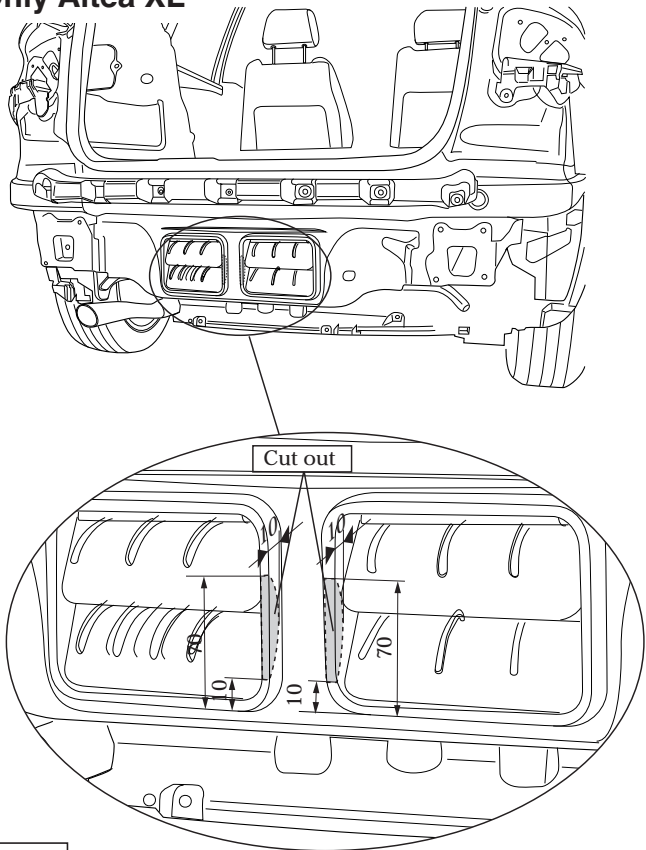

FIG.2
- б: Выпилить обозначенные части, как указано на рис. 2.